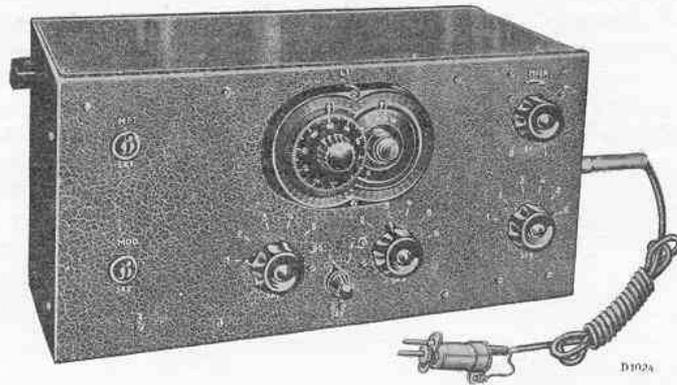

Fig. 3
1. Un oscillateur Service, (4028C ou G.M. 2880 fig. 3).